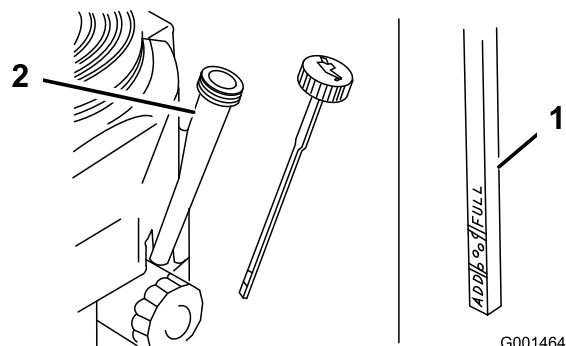

Figure 28
4. Nettoyez la surface autour de la jauge d'huile (Figure 28) pour éviter que des impuretés ne s'introduisent dans le goulot de remplissage, ce qui risquerait d'endommager le moteur.
5. Retirez la jauge d'huile et essayez soigneusement son extrémité (Figure 28).
6. Remettez la jauge au fond du tube de remplissage, mais sans la visser (Figure 28).
9. Versez avec précaution environ 80% de la quantité d'huile spécifiée dans le goulot de remplissage (Figure 28)